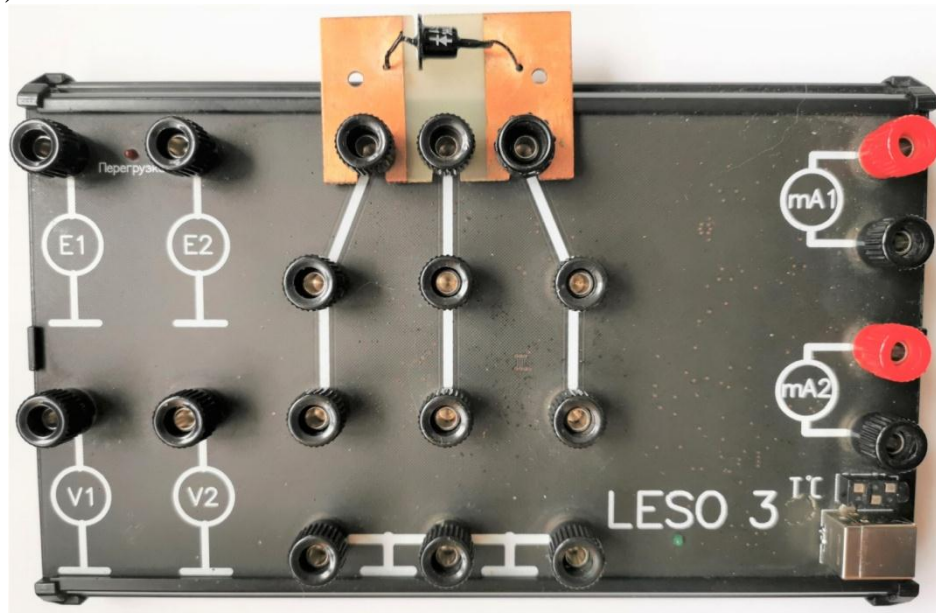

Рисунок 6 – Стенд с исследуемым диодом
4.1. Исследовать вольт-амперные характеристики (ВАХ) диодов в прямом включении. Выдаются два полупроводниковых диода (один германиевый, другой кремниевый). Вставить и закрепить один из диодов в клеммы стенда (рисунок 6).